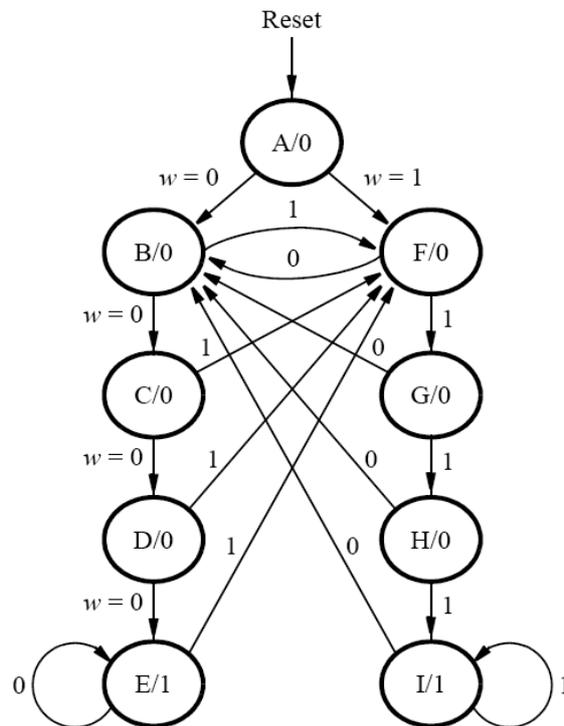

Abb. 1.6 Zustandsautomat für die Sequenzerkennung
Der entsprechende Zustandsautomat (ein Moore-Automat) wird in Abb. 1.6 gezeigt.
2. Untersuchen Sie die von Quartus II erzeugte Schaltung mit dem RTL-Viewer. Schauen Sie sich auch den erzeugten Zustandsautomaten an, und stellen Sie sicher, dass er dem Automaten in Abb. 1.6 entspricht. Beachten Sie ebenfalls die Codierung der Zustände.